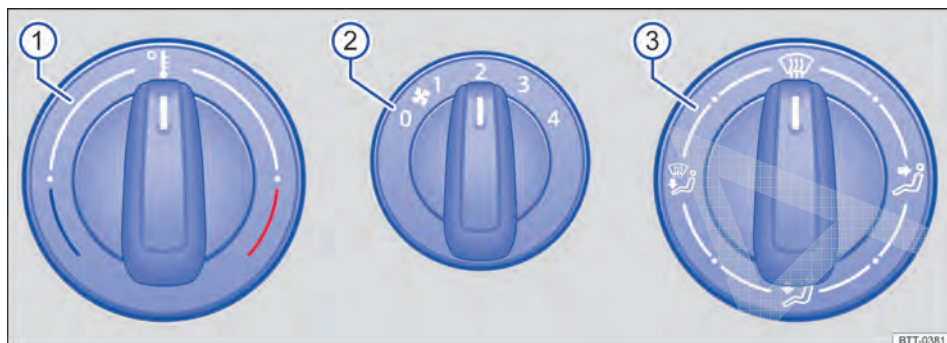
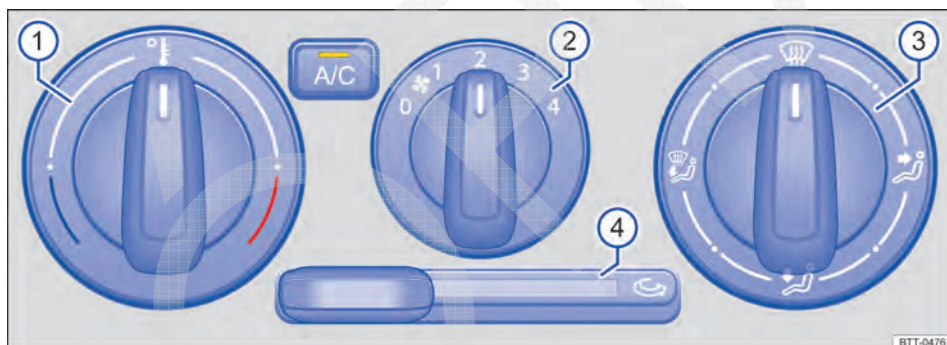

Fig. 96 No console central: comandos do sistema de ventilação e aquecimento.
Fig. 97 No console central: comandos do ar-condicionado.
Botão, regulador **Informações complementares do sistema de ventilação e aquecimento → Fig. 96 e ar-condicionado → Fig. 97.**
Botão, regulador	Informações complementares do sistema de ventilação e aquecimento → Fig. 96 e ar-condicionado → Fig. 97.
- Em veículos com sistema de aquecimento, colocar o regulador da temperatura → Fig. 96 ⓘ totalmente para a direita, para a posição máxima de aquecimento.
- Colocar o regulador da distribuição de ar → Fig. 97 ③ para a posição .
- Colocar o ventilador ② no nível 3 ou 4.
- Colocar o regulador da temperatura ① na posição desejada.